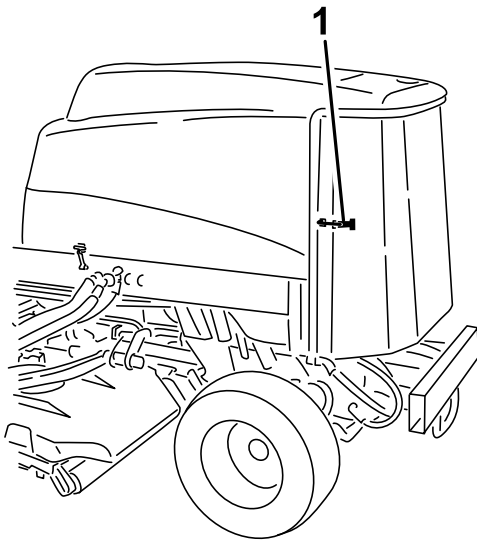

Figure 79
3. Déverrouillez et ouvrez la grille arrière (Figure 79).